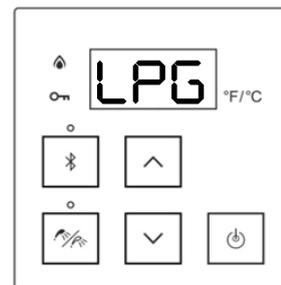

Figura 55:
- 3(B). **Si utiliza gas propano:** Presione el botón de flecha hacia arriba o hacia abajo. El controlador muestra "LPG" (gas propano líquido) (Figura 55).